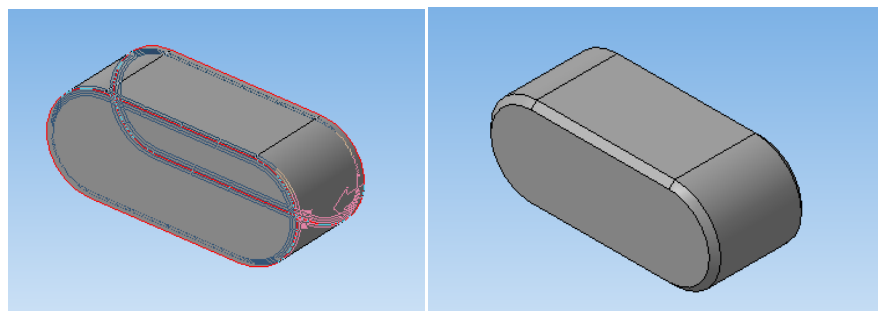

Рисунок 115.
5. Выберите команду «*Фаска*», выделите обе торцевые поверхности модели шпонки и задайте размер *катета фаски*- **0,25мм** (рисунок 115).